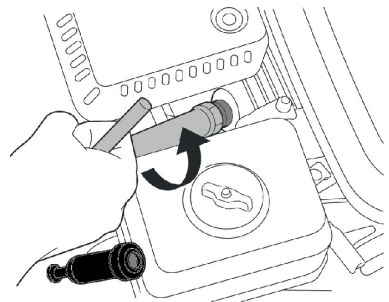

РИС. 15
2. Демонтаж. С помощью свечного ключа осторожно выверните свечу зажигания (Рис. 15). Не применяйте силу на горячем двигателе – это повреждает резьбу в головке цилиндра.